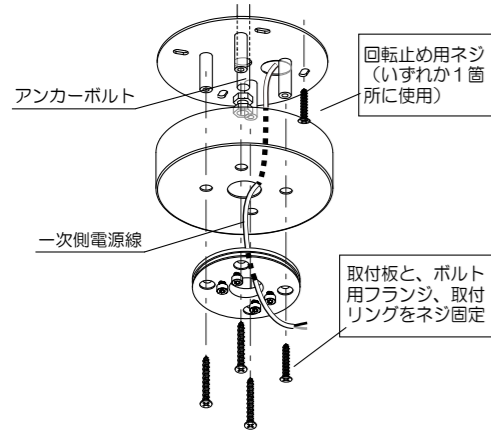

図1
- ・施工した天井面に、取付盤、ボルト用フランジ、取付リングを設置する。（取付板詳細、図1 参照）